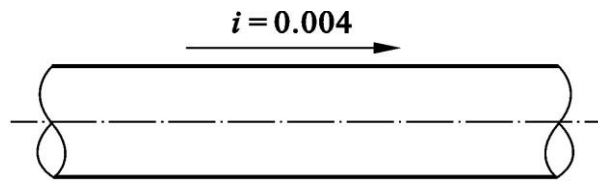

图 2 横向管道的坡度以及坡向的表示法
- (1) 总管、干管、支管的位置；
- (2) 管路中管件等设备的布置位置及其型号；
- (3) 相关设备的支架等装置的安装位置；
- (4) 管路的连接方式与技术要求；
- (5) 标注各个管道的直径与长度；
- (6) 标注横向管道的坡度：在管路安装施工图中，横向管道的坡度是用英文字母“*i*”来表示，例如， $i = 0.003$ (或 $i = 0.3\%$)，表示该横向管道的坡度为：千分之三。横向管道的坡向用箭头来表示，箭头的尖部指向低处，如图 2 所示。